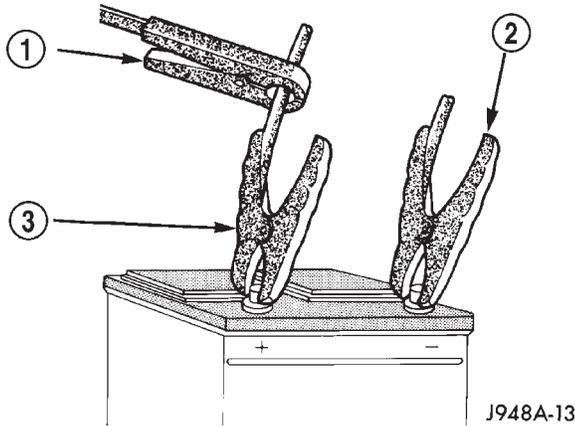

Abb. 12 Anschlüsse des Volt-/Ampere-Belastungsprüfers—Typisch
(1) Zuerst das Batterie-Minuskabel (-) und danach das Batterie-Pluskabel (+) abklemmen und elektrisch isolieren. Darauf achten, daß die Oberseite der Batterie und die Batteriepole sauber sind.
(2) Einen geeigneten Volt-/Ampere-Belastungsprüfer (Abb. 11) an den Batteriepolen anschließen (Abb. 12). Näheres hierzu siehe Bedienungsanleitung des verwendeten Geräts. Ruhspeisung der Batterie (ohne Last) prüfen. Näheres hierzu siehe **“Batterie-Ruhspeisung überprüfen”** in diesem Kapitel. Die Ruhspeisung muß mindestens 12,4 V betragen.